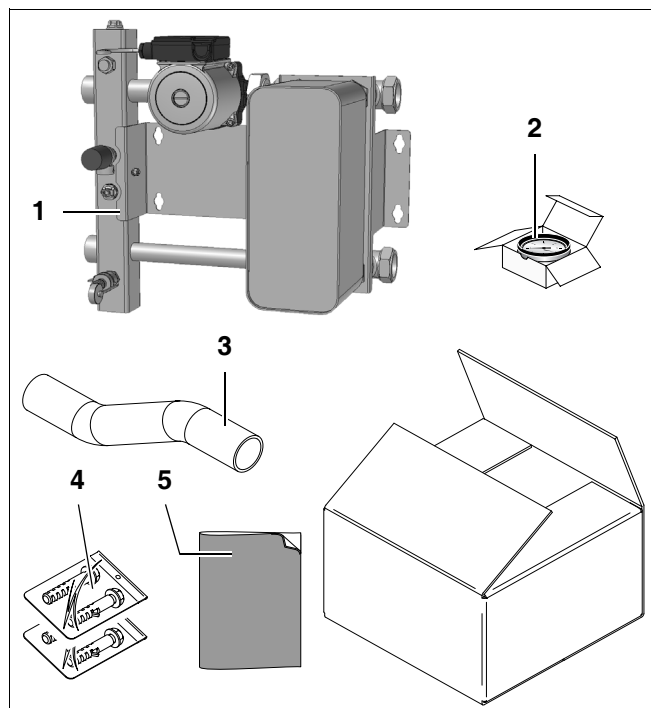
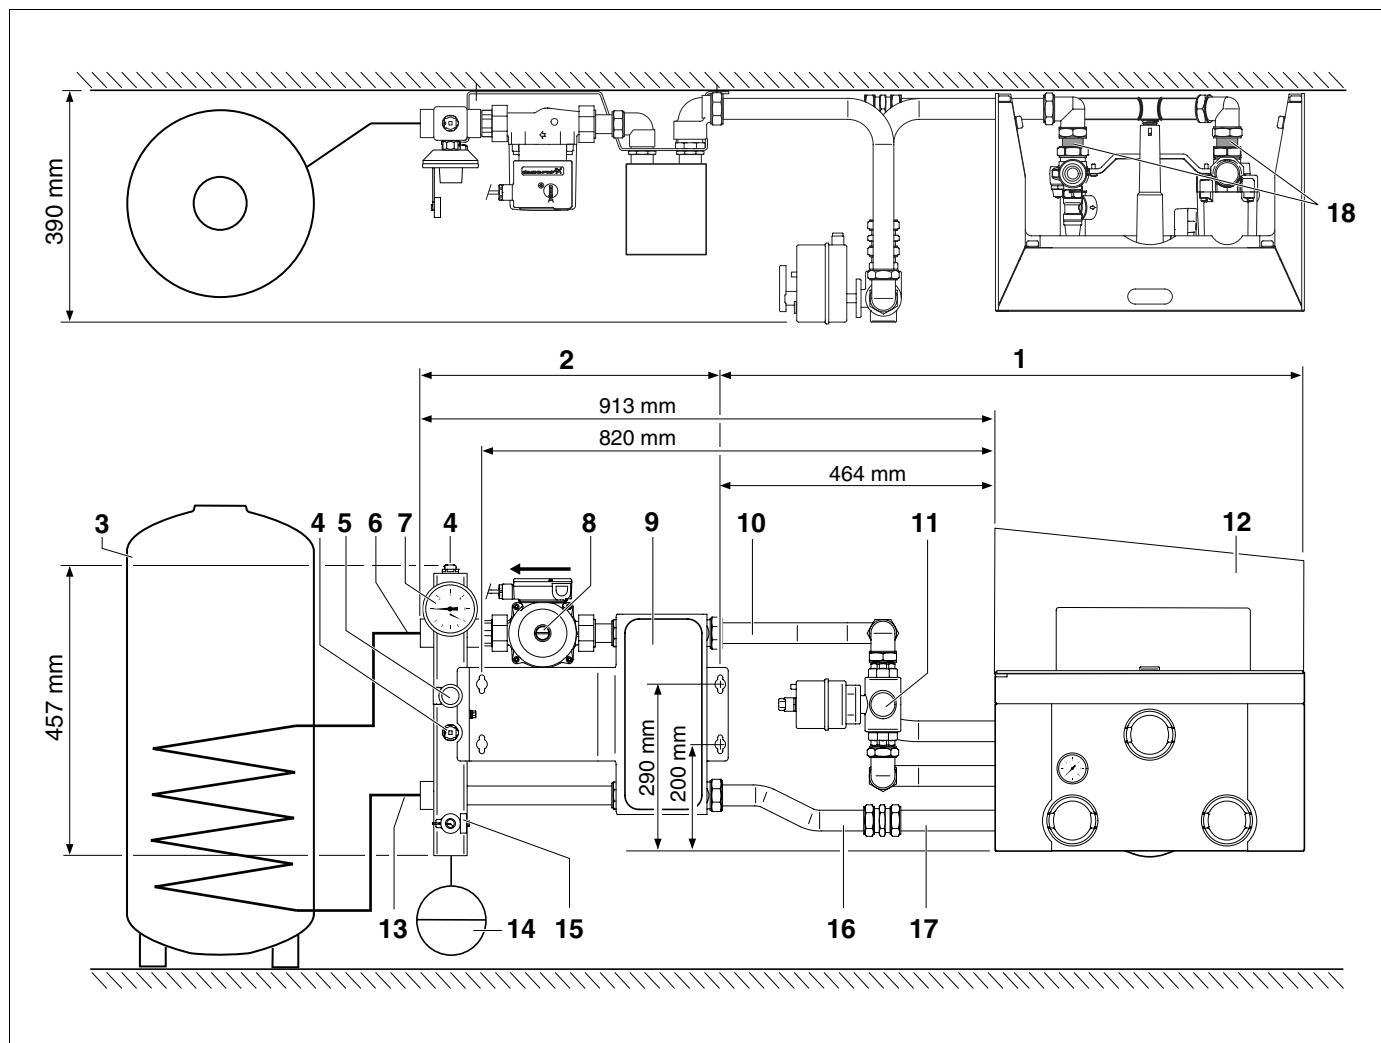
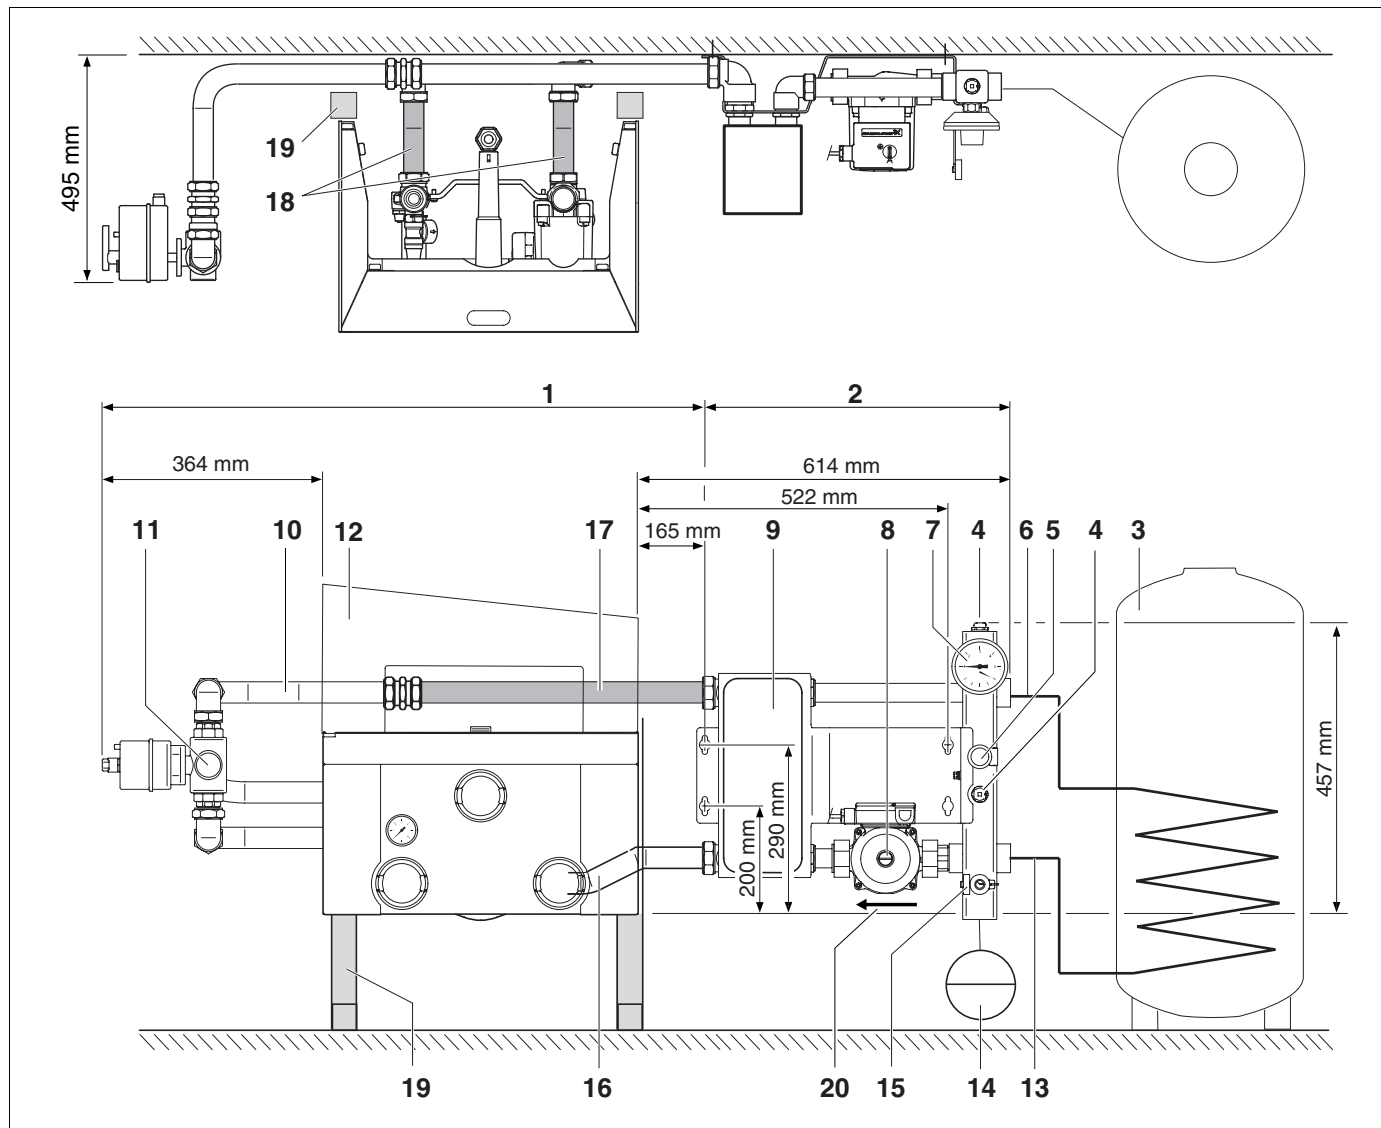
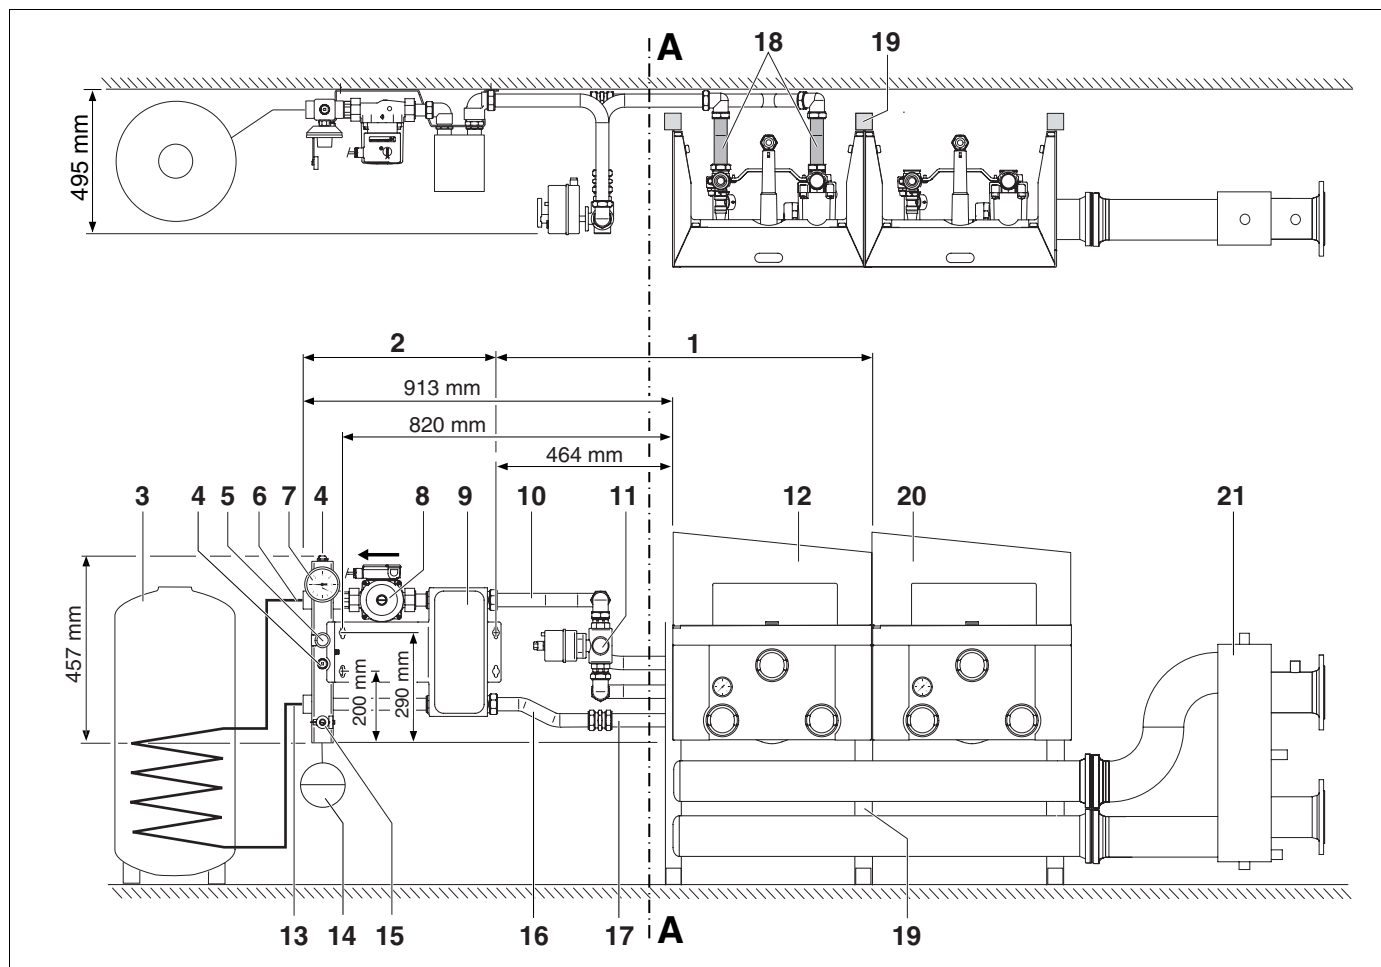

fig. 1 Leveringsomvang Nefit TopLine scheidingsunit 70 kW
fig. 2 Enkelvoudige opstelling boiler links
fig. 3 Enkelvoudige opstelling boiler rechts
fig. 4 Cascade lijnopstelling TL boiler links
- Kies voor deze opstellingsmogelijkheid bij enkelvoudige opstelling (geen cascade), waarbij de boiler aan de linkerkant van het cv-toestel is geprojecteerd. Zie fig. 2.
- Monteer de Nefit TopLine HR 70 (fig. 2, pos. 12) aan de wand volgens de bijbehorende installatie-instructie.
- Sluit de Nefit TopLine aansluitset cv/ww (fig. 2, pos. 1) aan op de Nefit TopLine HR 70 volgens de bijbehorende installatie-instructie. Maak hierbij gebruik van de **korte** leidingdelen (75 mm), fig. 2, pos. 18. Monteer de boileraanvoerleiding primair en boilerretourleiding primair (fig. 2, pos. 10 en 17) naar **links**.
- Monteer de boilerretourleiding primair (= gebogen retouraansluitleiding (meegeleverd)) (zie fig. 1, pos. 3 en fig. 2, pos. 16).
- Sluit de Nefit TopLine scheidingsunit 70 kW (fig. 2, pos. 2) aan op de Nefit TopLine aansluitset cv/ww.
- Bevestig de Nefit TopLine scheidingsunit 70 kW met de meegeleverde schroeven en pluggen (fig. 1, pos. 4) aan de wand. Indien er geen wand aanwezig is, maak dan gebruik van standaard in de handel verkrijgbare montagepoten. De maten van het gatenpatroon zijn aangegeven in fig. 2.
- Kies voor deze opstellingsmogelijkheid bij enkelvoudige opstelling (geen cascade), waarbij de boiler aan de rechterkant van het cv-toestel is geprojecteerd. Zie fig. 3.
Indien gekozen wordt voor deze opstellingsmogelijkheid, dan kan het cv-toestel niet op de muur, maar moet deze op een Nefit TopLine cascadeframe (fig. 3, pos. 19) worden gemonteerd. Hierbij lopen de aansluitleidingen aanvoer en retour tussen de staanders van het Nefit TopLine cascadeframe en de wand door.
- Monteer de Nefit TopLine HR 70 (fig. 3, pos. 12) aan het cascadeframe volgens de bijbehorende installatie-instructie.
- Sluit de Nefit TopLine aansluitset cv/ww (fig. 3, pos. 1) aan op de Nefit TopLine HR 70 volgens de bijbehorende installatie-instructie. Maak hierbij gebruik van de **lange** leidingdelen (180 mm), fig. 3, pos. 18. Hierbij lopen de aansluitleidingen aanvoer en retour tussen de staanders van het cascadesysteem en de wand door. Monteer de boiler-aanvoerleiding primair en boilerretourleiding primair (fig. 3, pos. 10 en 16) naar **rechts**.
- Monteer de boilerretourleiding primair (= gebogen retouraansluitleiding (meegeleverd)) (zie fig. 1, pos. 3 en fig. 3, pos. 16).
Af fabriek is de Nefit TopLine scheidingsunit 70 kW (fig. 3, pos. 2) geschikt voor opstellingen waarbij de boiler aan de linkerkant van het cv-toestel is geprojecteerd. Dit betekent dat de scheidingsunit voor de hier besproken opstellingsmogelijkheid moet worden omgebouwd. In fig. 3 is te zien hoe de scheidingsunit moet worden omgebouwd. Ga hierbij als volgt te werk:
- Demonteer de complete pomp en draai de pomp 180°. De juiste stromingsrichting wordt aangegeven door de pijl (fig. 3, pos. 20). De stromingsrichting moet overeenkomen met de pijl op de zijkant van het pomphuis.
- Verwissel de handontluchter en de overstort aan de voorzijde van de koker (plaats de handontluchter (fig. 3, pos. 4) onder, plaats de overstort (fig. 3, pos. 5) erboven).
- Verwissel de vul- en aftapkraan en de druk-/temperatuurmeter (plaats de vul- en aftapkraan (fig. 3, pos. 15) onder, plaats de druk-/temperatuurmeter (fig. 3, pos. 7) boven).
- Demonteer de handontluchter aan de kopse kant en monteer deze aan de andere kopse kant (fig. 3, pos. 4).
- Maak het verlengstuk boileraanvoerleiding primair (fig. 3, pos. 17, niet meegeleverd) op de gewenste maat en monteer deze. Gebruik hiervoor dunwandige cv-buis van Ø 35mm.
- Sluit de Nefit TopLine scheidingsunit 70 kW (fig. 3, pos. 2) aan op de Nefit TopLine aansluitset cv/ww.
- Bevestig de Nefit TopLine scheidingsunit 70 kW met de meegeleverde schroeven en pluggen (fig. 1, pos. 4) aan de wand. Indien er geen wand aanwezig is, maak dan gebruik van standaard in de handel verkrijgbare montagepoten. De maten van het gatenpatroon zijn aangegeven in fig. 3.
- Kies voor deze opstellingsmogelijkheid bij meervoudige lijnopstelling (cascadeopstelling TL), waarbij de boiler aan de linkerkant van de cascadeopstelling is geprojecteerd. Zie fig. 4.
- Monteer het Nefit TopLine cascadeframe (fig. 4, pos. 19) volgens de bijbehorende installatie-instructie.
- Monteer de Nefit TopLine HR 70 (fig. 4, pos. 12) op de linkerpositie aan het cascadeframe volgens de bijbehorende installatie-instructie.
- Sluit de Nefit TopLine aansluitset cv/ww (fig. 4, pos. 1) aan op de Nefit TopLine HR 70 volgens de bijbehorende installatie-instructie. Maak hierbij gebruik van de **lange** leidingdelen (180 mm), fig. 4, pos. 18. Hierbij lopen de aansluitleidingen aanvoer en retour tussen de staanders van het cascadesysteem en de wand door. Monteer de boiler-aanvoerleiding primair en boilerretourleiding primair (fig. 4, pos. 10 en 17) naar **links**.
- Monteer de boilerretourleiding primair (= gebogen retouraansluitleiding (meegeleverd) (zie fig. 1, pos. 3 en fig. 4, pos. 16)).
- Sluit de Nefit TopLine scheidingsunit 70 kW (fig. 4, pos. 2) aan op de Nefit TopLine aansluitset cv/ww.
- Bevestig de Nefit TopLine scheidingsunit 70 kW met de meegeleverde schroeven en pluggen (fig. 1, pos. 4) aan de wand. Indien er geen wand aanwezig is, maak dan gebruik van standaard in de handel verkrijgbare montagepoten. De maten van het gatenpatroon zijn aangegeven in fig. 4.